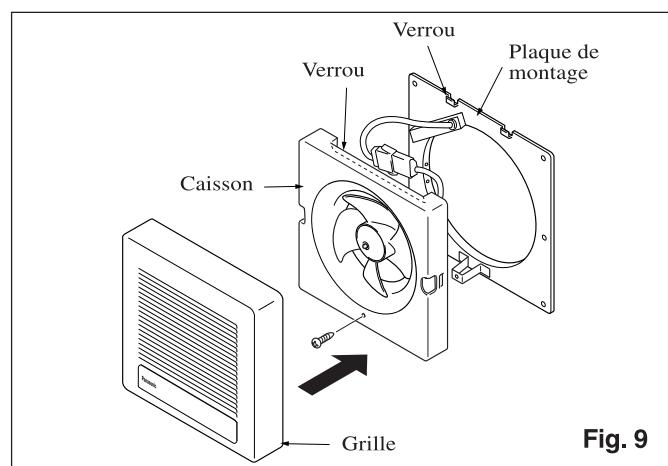

Fig. 9
11. Relier les connecteurs entre eux, accrocher le ventilateur sur la plaque de montage et les fixer à l'aide de vis fournies en accessoire (vis III). (Fig. 9)